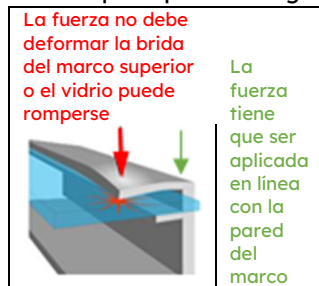

Figura 1a: Ubicaciones de la fuerza de la abrazadera
- 2) **Mordazas de presión o clips:** Monte el módulo con los clips opuestos en el lado largo y/o corto del marco del módulo. La ubicación permitida de los clips debe estar de acuerdo con la Apéndice. Los instaladores deben asegurarse de que los clips tengan la suficiente resistencia para permitir lograr la presión proyectada máxima del módulo. Maxeon no suministra las sujeciones ni las mordazas. Las mordazas deben aplicar fuerza colineal con la "pared" del marco del módulo y no solo a la brida superior. Las mordazas o los procedimientos de instalación que ejercen una fuerza excesiva sobre la brida superior deformarán el marco, anularán la garantía del módulo y provocarán la rotura del vidrio. La figura 1a ilustra ubicaciones para la fuerza de sujeción del marco superior. Evite la sujeción dentro de los 50 mm de las esquinas del módulo para reducir el riesgo de desviación de la esquina del marco y rotura del vidrio. Cuando se sujeta al marco del módulo, el par de torsión nunca debe exceder los 15 N.m para reducir las posibilidades de deformación del marco. Se debe utilizar una llave de torsión calibrada. Debe evaluarse la compatibilidad de los sistemas de montaje antes de la instalación, especialmente cuando el sistema no utiliza mordazas o clips. Póngase en contacto con Maxeon para obtener la aprobación del uso de abrazaderas o clips de presión no estándar en los que los valores de par sean superiores a los indicados de otro modo.